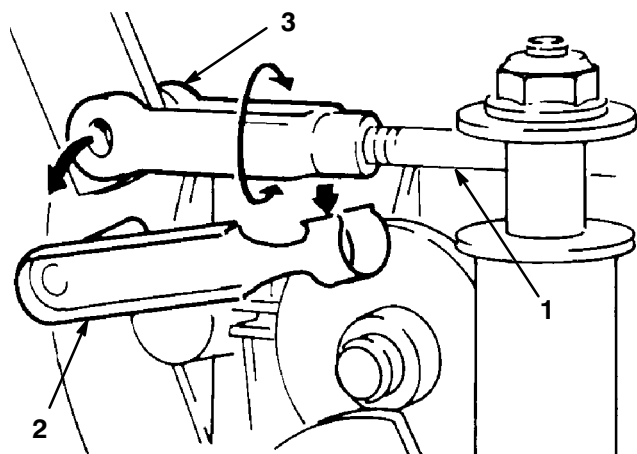

Figure 24
14. Chercher l'extrémité de la tige d'embrayage de la lame, du côté gauche de la transmission (Fig. 24). Retirer la pièce de retenue de la chape et visser ou dévisser la chape pour raccourcir ou allonger la tige jusqu'à ce que l'écart entre la courroie et la poulie de renvoi soit correct.
7. Desserrer les quatre écrous à embase de fixation des paliers de l'essieu différentiel au châssis de la machine (Fig. 24).